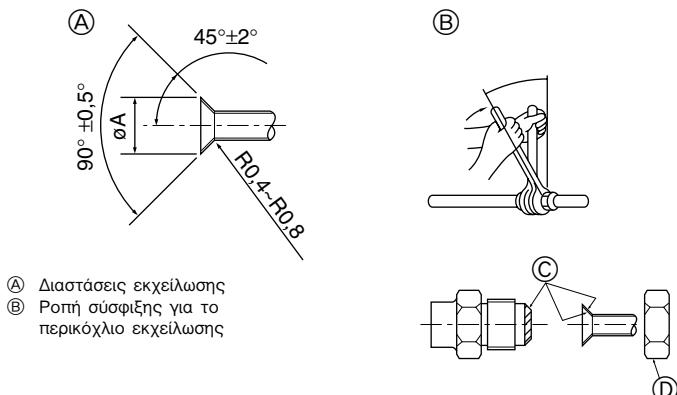

Fig. 4-1
(A) (Fig. 4-1)
(B) (Fig. 4-1)
4.2. Σωλήνες σύνδεσης (Fig. 4-1)
- Πριν βιδώσετε το περικόχλιο εκχείλωσης απλώστε στο σωλήνα και στην κοινή επιφάνεια που επικάθεται λεπτό στρώμα από ψυκτικό λάδι. (A)
- Χρησιμοποιήστε δύο κλειδιά για να σφίξετε τις συνδέσεις των σωλήνων. (B)
- Αλειψτε με ψυκτικό λάδι ολόκληρη την επιφάνεια στα διαπλατυσμένα τμήματα. (C)
- Χρησιμοποιήστε τα παξιμάδια ρακόρ για το παρακάτω μέγεθος σωλήνα. (D)